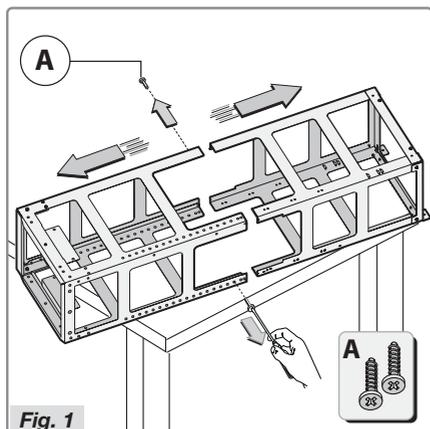

Fig. 1
- Estrarre il telaio e rimuovere le due viti A per separare la sezione superiore dalla sezione inferiore (Fig. 1).